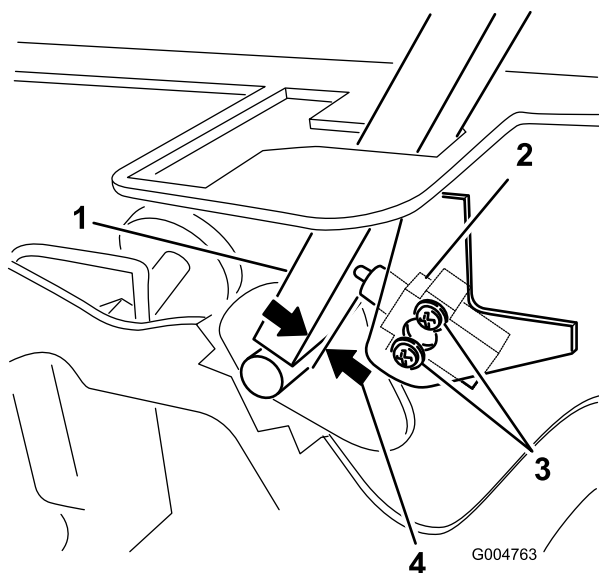

Figure 49
3. Desserrez les 2 vis de fixation du contacteur de sécurité (Figure 49).
4. Maintenez le levier de commande contre le cadre et rapprochez le contacteur du levier jusqu'à ce qu'ils soient espacés de 0,4 à 1 mm (0,015 à 0,045 po), comme montré à la Figure 49.